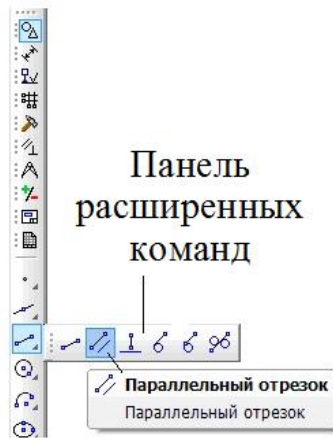

Рис. 11
На рис. 11 показано *Панель расширенных команд* побудови відрізка, яка розташована на сторінці *Геометрия* .
1. Підвести курсор до кнопки основної команди, натиснути ліву клавішу миші й не відпускати її. Через декілька секунд на екрані з'явиться пов'язана з даною кнопкою *Панель расширенных команд* (рис. 11).
Кнопки на сторінках *Инструментальной панели*, що мають *Панели расширенных команд*, помічені невеликим чорним трикутником у правому нижньому куті (рис. 11).